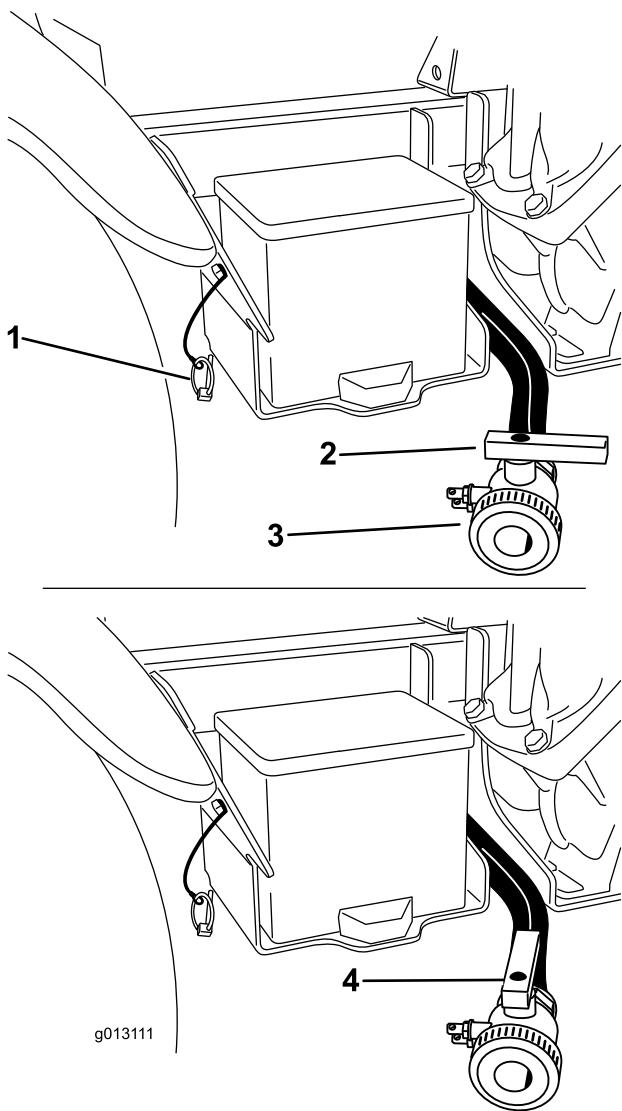

Figura 28
- B. Utilice la manija de vaciado del depósito para vaciar del depósito cualquier material no utilizado, y elimine dicho material de acuerdo con la normativa local y las indicaciones del fabricante del mismo (Figura 28). Así conseguirá vaciar todos los residuos existentes en la línea.
3. Cuando el depósito se haya vaciado completamente, cierre la válvula de vaciado e instale la válvula en el soporte con el pasador de seguridad que retiró anteriormente (Figura 28).